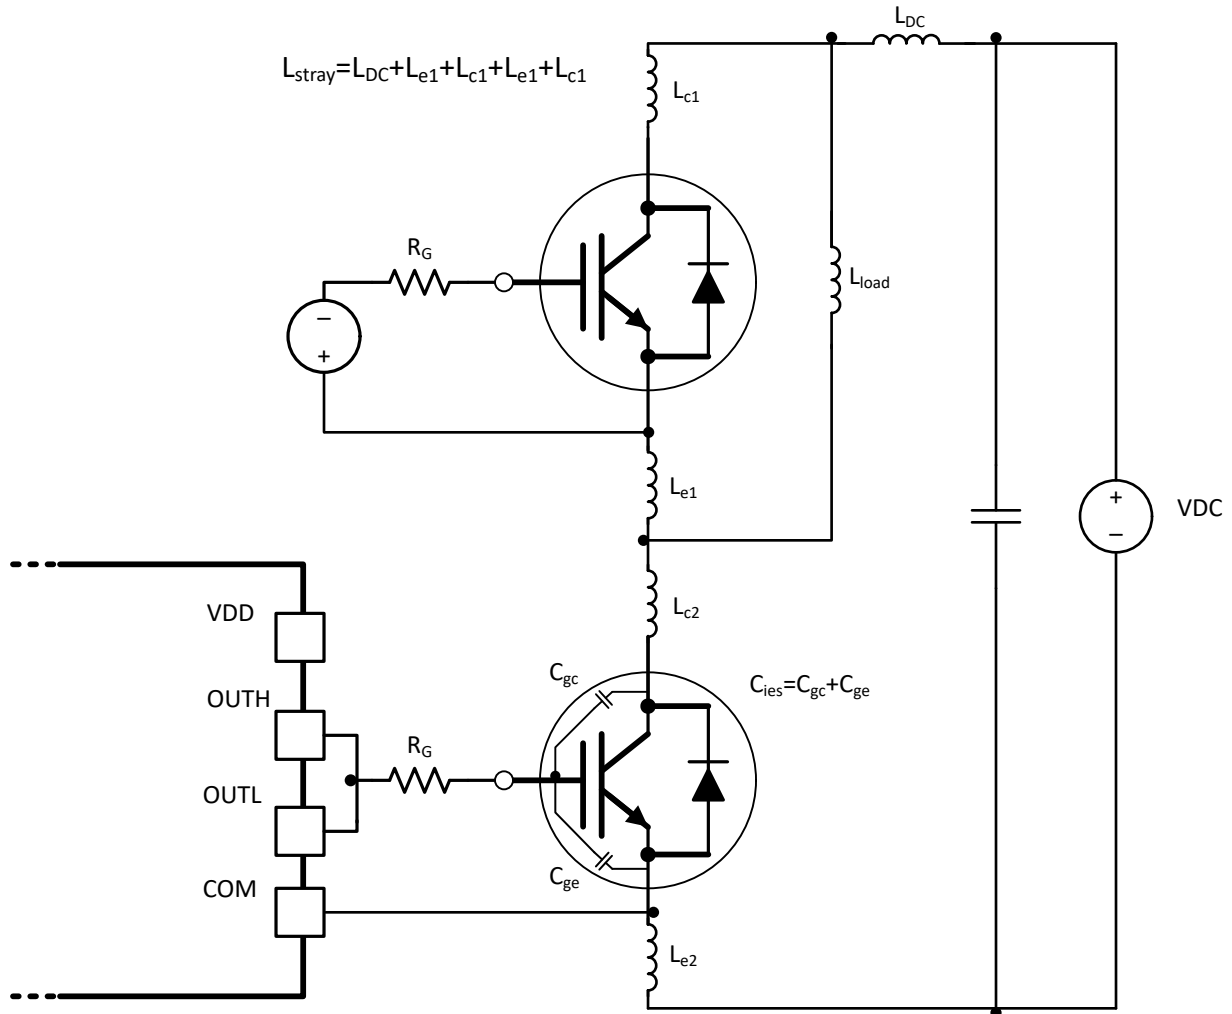

図 8-6. ハーフブリッジ構成における IGBT の浮遊寄生インダクタンス
- L_{stray} は、図 8-6 に示すように、電源スウィッチングループの浮遊インダクタンスです